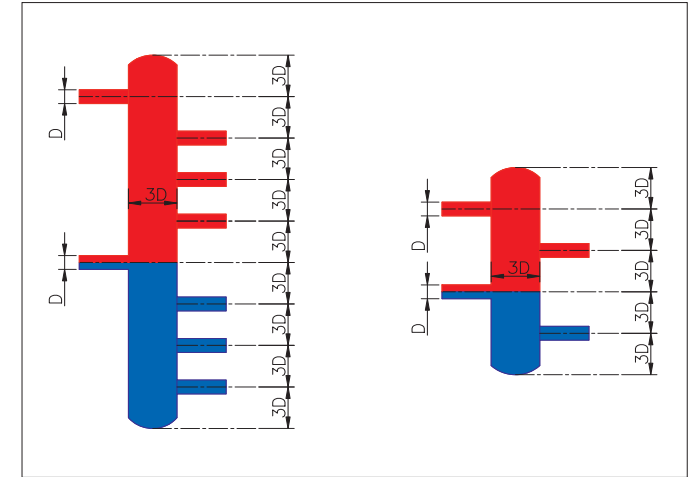

Рисунок 3.
Термогидравлический распределитель и гидравлический разделитель конструктивно представляют собой вертикально установленную перемышку большого диаметра (**рисунок 3**). За счет большого диаметра (по отношению к диаметру трубопровода котлового контура) быстро гасится скорость теплоносителя в термогидравлическом распределителе (или гидравлическом разделителе). Гидравлическое сопротивление такого устройства пренебрежительно мало по отношению к сопротивлению контуров отопления и котла. Таким образом, между котлом и контурами отопления появляется буфер с практически нулевым сопротивлением, то есть контуры отопления никаким образом не будут оказывать влияние на контур котла и расход теплоносителя через котел. Функцию гидравлического разделения котлового контура и контуров отопления выполняют оба этих устройства.
3. Для определения размеров термогидравлического распределителя и гидравлического разделителя необходимо использовать правило 3-х диаметров ($3D$) либо специальное программное обеспечение. Между осями любых двух подсоединений к термогидравлическому распределителю (гидравлическому разделителю) должно быть расстояние не меньше, чем 3 диаметра (**рисунок 3**). Из **рисунок 3** видно, что высота гидравлического разделителя гораздо меньше, чем высота термогидравлического распределителя.